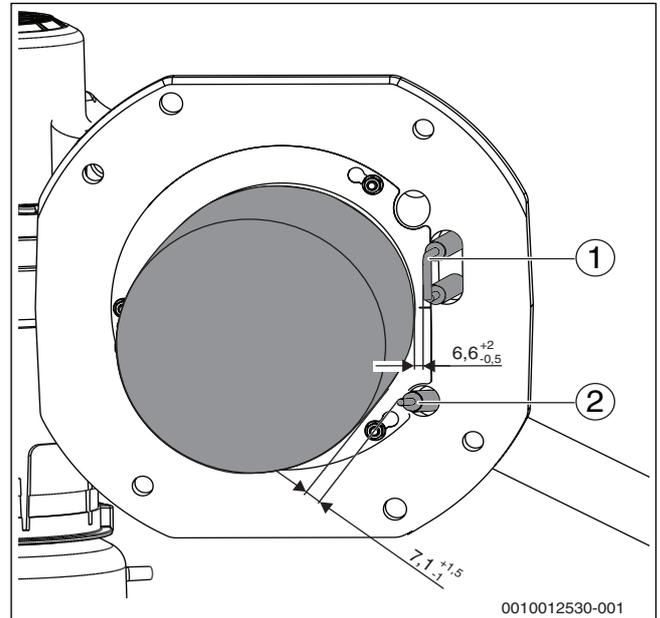

Bild 55 Elektrodenposition (Maße in mm)
- ▶ Abstände der Elektroden messen und mit den Vorgaben in Bild 55 vergleichen.